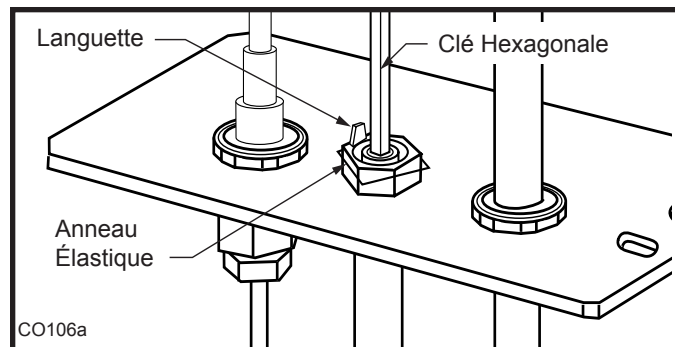

Fig. 79 Pour retirez l'orifice du pilote.
4. Enlevez la buse de la veilleuse au moyen d'une clé hexagonale. (Fig. 79)